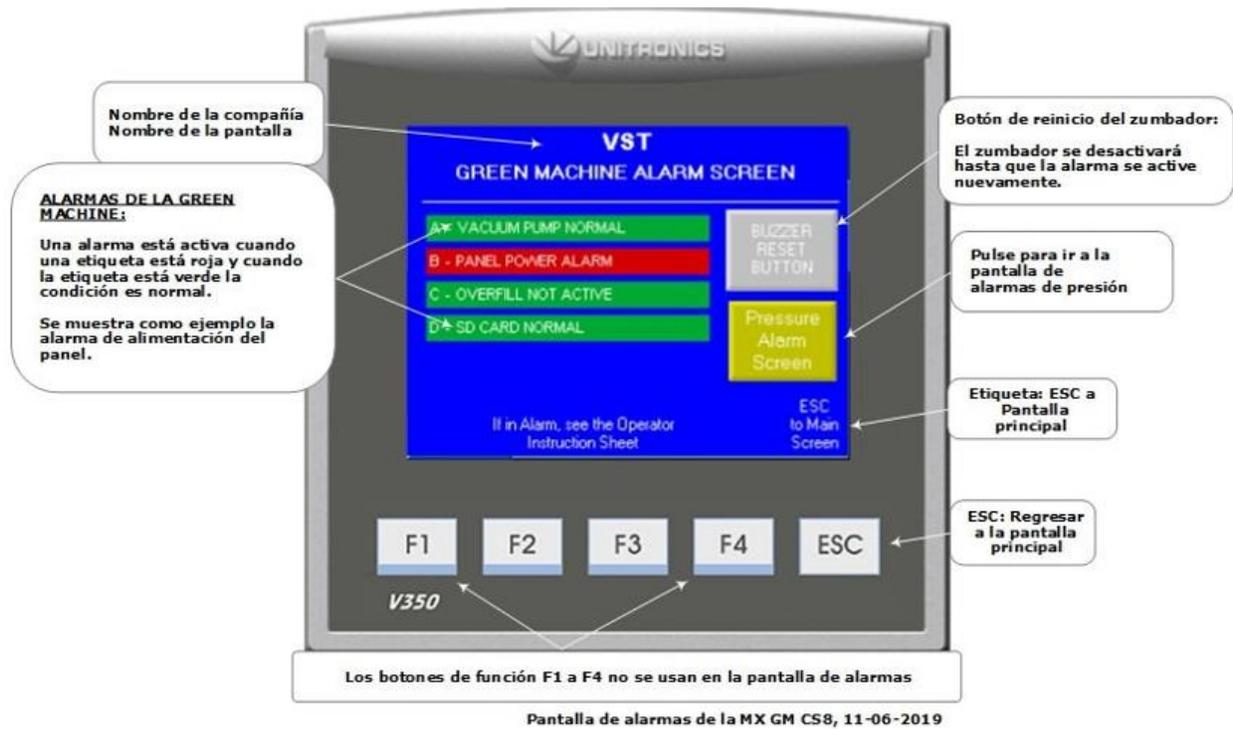

Figura 8-17: Pantalla de alarma del controlador del GREEN MACHINE
- La alarma de sobrellenado del controlador del panel de control de VST está activa cuando la alarma de sobrellenado del sistema de administración de combustible está activa. **Vea la figura 8-17.**